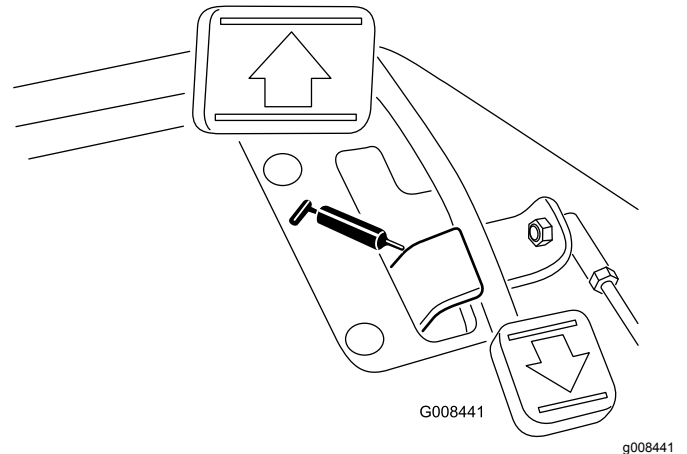

Bild 31
- Fahrpedal-Drehlager (1) (Bild 31)